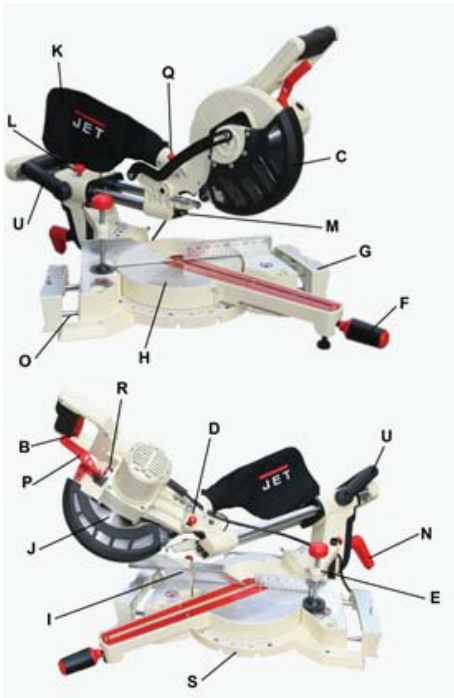

Рис. 1
- Мішок (К, Рис. 1) призначений для збору пилу. Мішок можна приєднати на шуццер у задній частині верстата.
- Пилка постачається із зафіксованою пиляльною частиною. Аби розблокувати, витягніть фіксатор (D, Рис. 1), при цьому натиснувши на саму пиляльну частину.
- Пересуньте затиск (Р, Рис. 1) у бік та за допомогою ручки повільно натисніть на пиляльну частину вниз.
- Послабте фіксатор пересування каретки (L, Рис. 1).
- Використовуйте притиск заготовки (Е, Рис. 1).